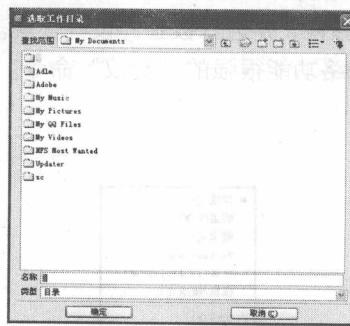

图 1-14 “选取工作目录对话框”
- 01 执行“文件/设定工作目录”下拉菜单命令，打开“选取工作目录”对话框如图 1-14 所示。